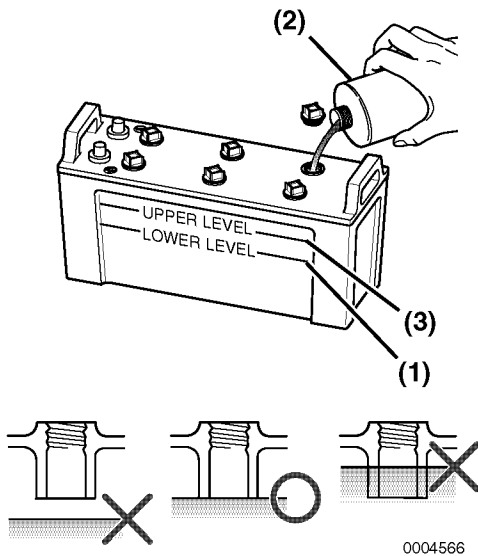

Figura 12
4. Se o nível está abaixo do mínimo, encha o nível (**Figura 12, (1)**), encha-o com água destilada (**Figura 12, (2)**) (disponível em lojas) até o limite superior (**Figura 12, (3)**) da bateria.